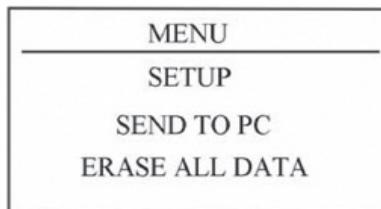

Figura 8 Menú de configuración
- ☰ (modalidad/OK): presionando esta tecla se puede cambiar la visualización sobre la pantalla; manteniéndola presionada, se visualizará el menú de configuraciones (como muestra la Figura 8)
En el modo de visualización numérica/curva, presione “” (tecla modalidad) para acceder a la pantalla del menú de configuraciones que muestra la Figura 8.